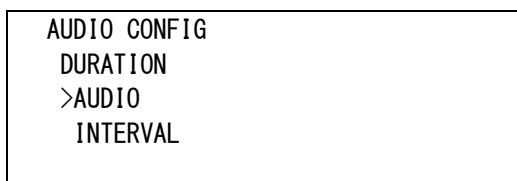

図4-90 テストメニュー(AUDIO TEST DURATION例)
- 1) AUDIO CONFIGメニューで「DURATION[DURT]」を選択し、**ENTER**ボタンを押すと図 4-90 のような設定メニューが表示されます。
(63) AUDIO TEST AUDIO DURATION